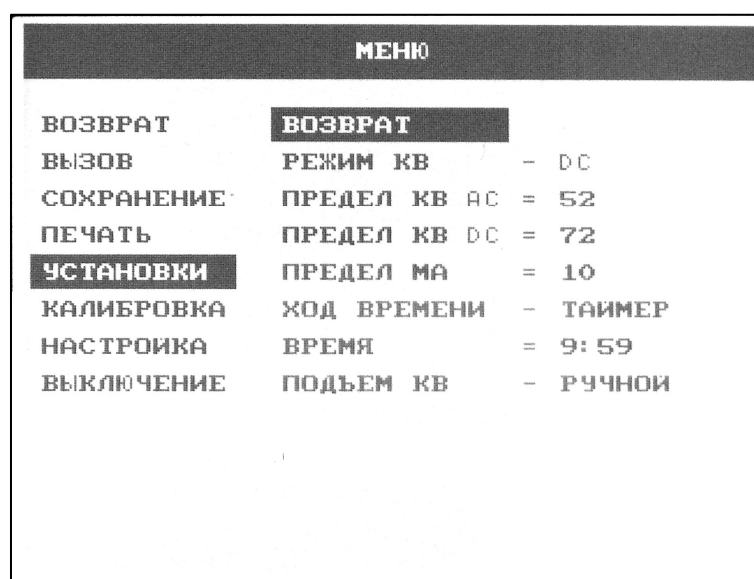

Рисунок 9 - Пункт главного «МЕНЮ» - «Установки»
2.2.3.3.1 Вращением ручки энкодера поз. 10 (рисунок 3) выбрать пункт меню «УСТАНОВКИ» и нажать на ручку энкодера. На дисплее панели пульта аппарата появляются параметры испытаний (рисунок 9).
2.2.4.1 Войти в пункт меню «УСТАНОВКИ» (рисунок 9) и выбрать требуемые режимы испытаний: